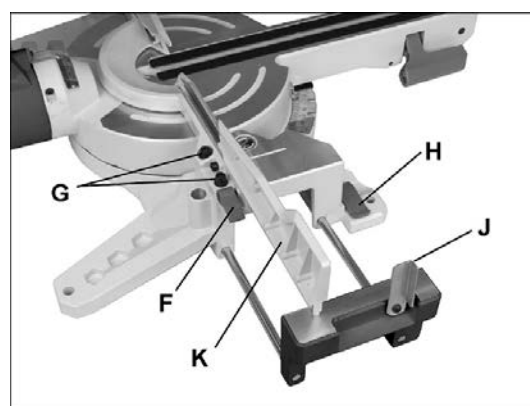

Рис. 6-2
Поднимите ручку фиксации (Н, Рис. 6-2) и сдвиньте расширение стола от станка, как показано на рисунке. Опустите ручку, чтобы зафиксировать расширение стола в этом положении.
1. Поднимите ручку фиксации (F, Рис. 6-2), чтобы разблокировать удлинение упора.
2. Сдвиньте удлинение упора (K) наружу, чтобы обеспечить возможность распила под выбранным углом, либо отведите его полностью.
3. Опустите ручку (F), чтобы зафиксировать удлинение упора в этом положении.
2. Ослабьте четыре крепежных винта упора (G, Рис. 6-2).
5. Отрегулируйте упор так, чтобы он располагался перпендикулярно пильному диску, и затяните четыре винта упора (G, Рис. 6-2).